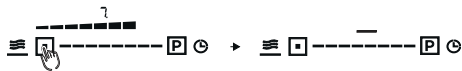

Abb. 35
Drücken Sie die **Ein und Aus Sensortaste (P)** für ca. 2 Sekunden lang um in den **Standby-Modus** zurückzukehren (Abb. 35). Es erscheint ein **Strich -** in der Anzeige.